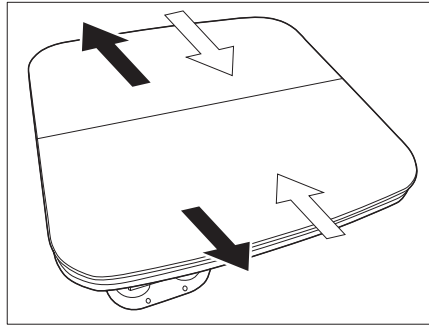

Bild 110 Außenteile auseinander ziehen
- Die Außenteile des Tisches auseinander ziehen (Bild 110 - schwarze Pfeile).
- Die Außenteile des Tisches zusammenschieben (Bild 110 - weiße Pfeile).